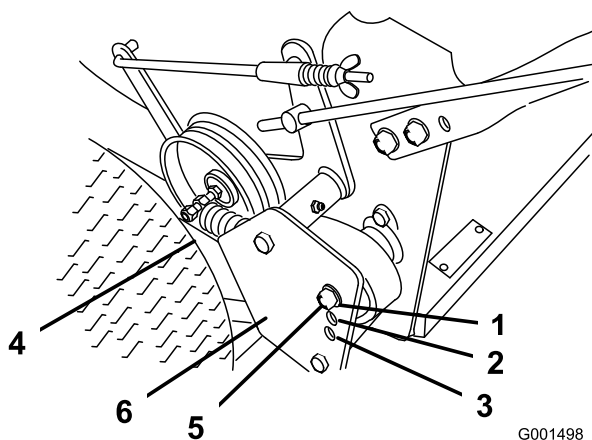

Figura 10
4. Retire el muelle de transmisión del perno de ajuste (Figura 10).
- Retire la contratuerca que sujeta el perno de ajuste al deflector de la polea de transmisión (Figura 10).
- Nota:** La tensión de la transmisión de las ruedas es menor en la Posición A. La tensión aumenta en las Posiciones B y C (Figura 10).